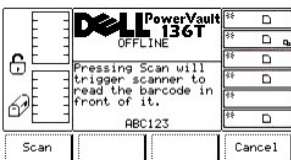

Abbildung 98. Dialogfeld "Service" > "Library" > "Diags" > "Fingers" > "Scanner" > "Scan" > "Barcode Label"
- 1 Wenn die Taste unter dem Softkey **Scan** gedrückt wird, wird das Barcode-Etikett direkt vor dem Scanner gelesen (siehe Abbildung 98).